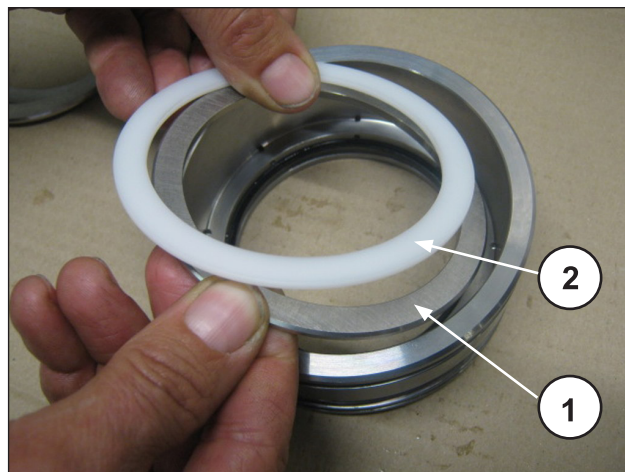
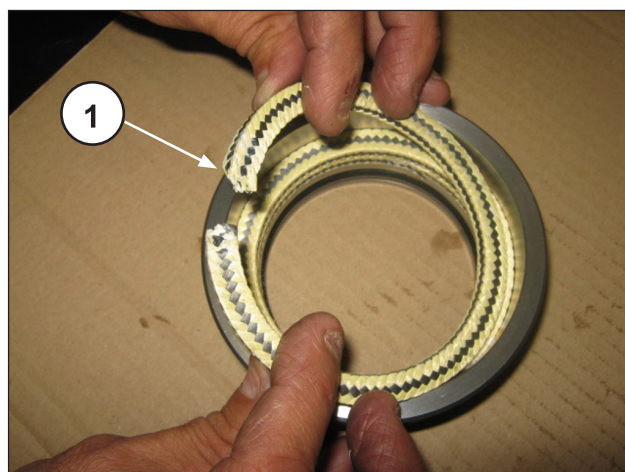

图 250
图 251
安装支撑环和抗挤压环（①②，图 250）、三个填料密封圈（注意凹口位置（①，图 251）应彼此相隔120°）、填料密封刮环和弹簧环（①②，图 252）。